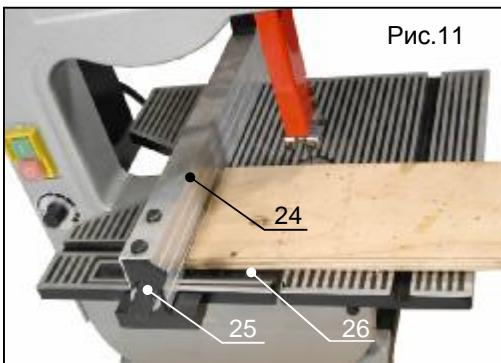

Рис.11
1. Установите на рабочем столе параллельную направляющую (поз.24, рис.11).
2. Передвиньте направляющую (поз.24, рис.11) в требуемое положение и затяните фиксирующий рычаг (поз.25, рис.11). Для удобства установки имеется измерительная шкала (поз.26, рис.11).